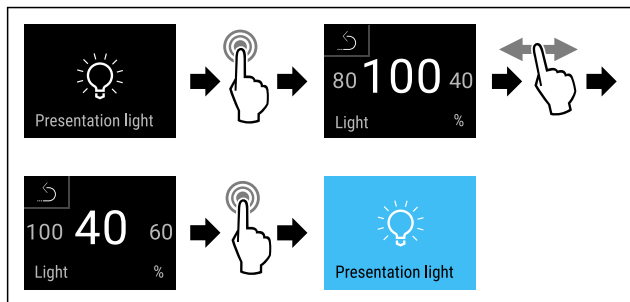

Fig. 68
- ▶ Suivre les étapes (voir Fig. 68) .